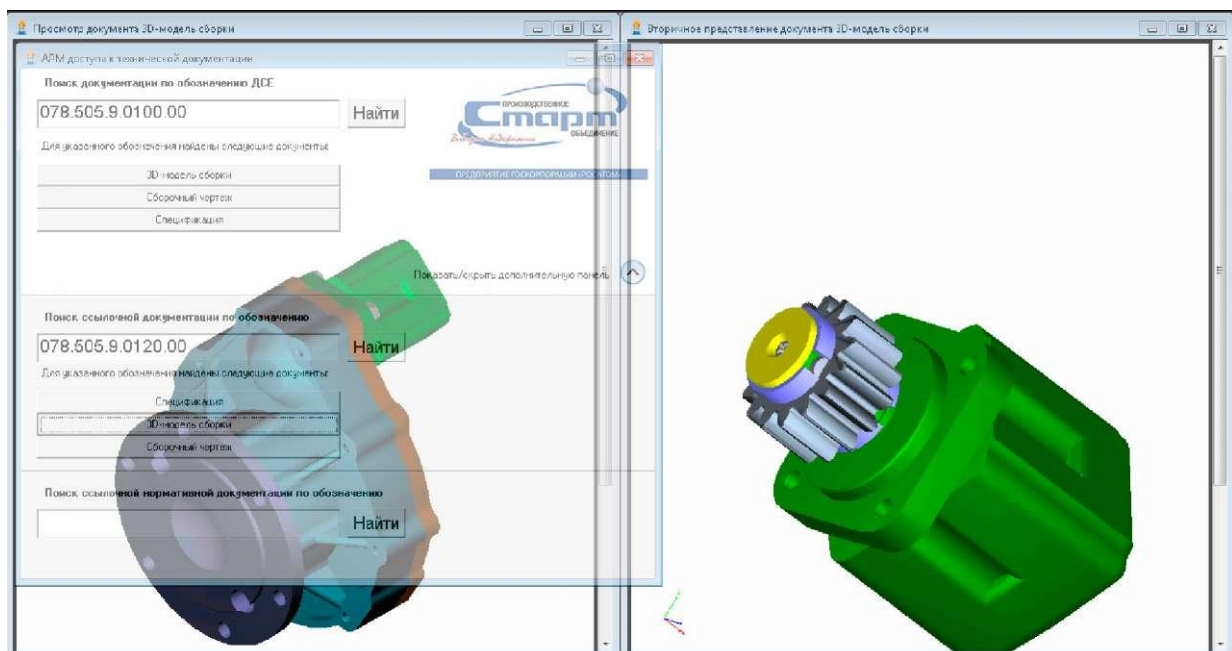
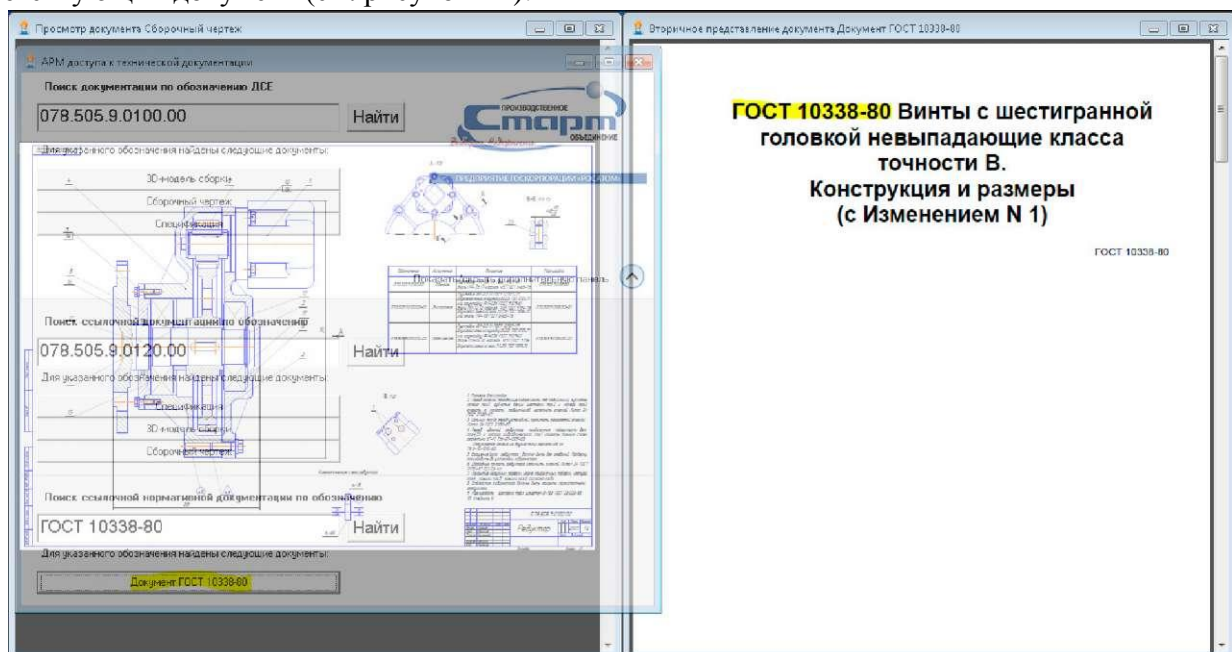

Рисунок 12 - Просмотр ссылочной документации
Рисунок 14 - Просмотр ссылочных нормативных документов
5.4.6 Просмотр найденных документов выполняется аналогично п. 4.3 (см. рисунок 12).
5.4.8 После нажатия на кнопку 8 (см. рисунок 12) будет открыт для просмотра соответствующий документ (см. рисунок 14).